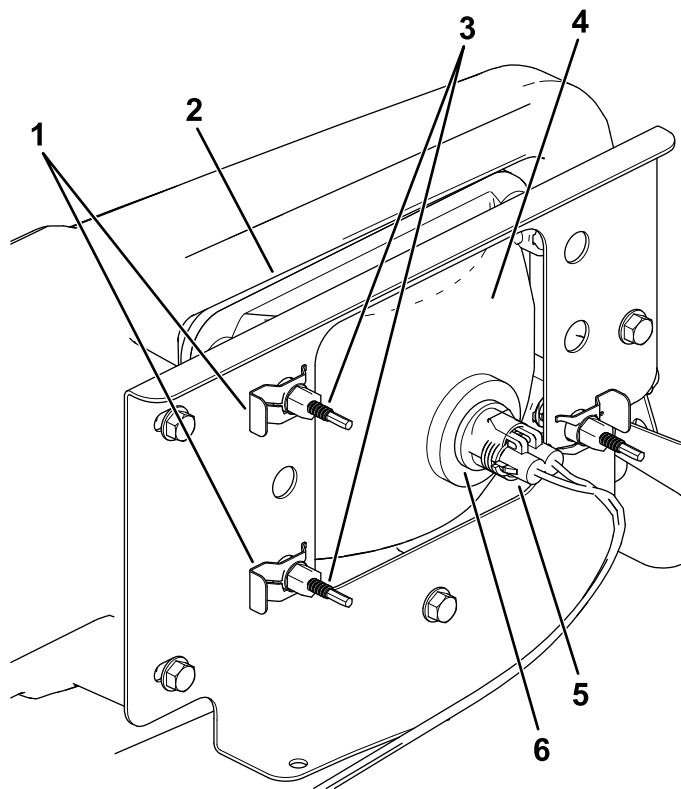

Figura 42
3. Deconectai conectorul electric al cablajului de la conectorul ansamblului de lămpi (Figura 42).
4. Îndepărtați clemele care fixează farul în consola acestuia (Figura 42).
5. Scoateți ansamblul farului deplasându-l în față prin deschiderea din bara de protecție față (Figura 42).
6. Instalați farul nou prin deschiderea din bara de protecție (Figura 42).
8. Conectați conectorul electric al cablajului la conectorul ansamblului lămpi (Figura 42).
5. În partea din spate a ansamblului farului, rotiți uruburile de reglare (Figura 42) pentru a